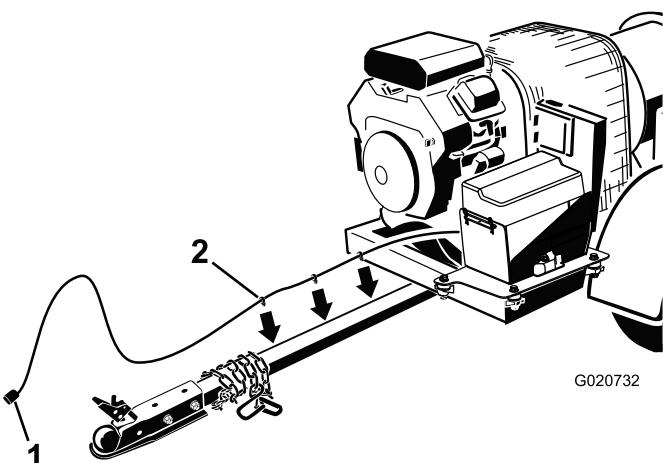

Рисунок 6
- Проложите жгут проводов вдоль правой стороны трубы сцепного устройства (Рисунок 6).
- Вставьте хомуты жгута проводов в отверстия на боковой стороне трубы сцепного устройства для фиксации жгута проводов (Рисунок 6).